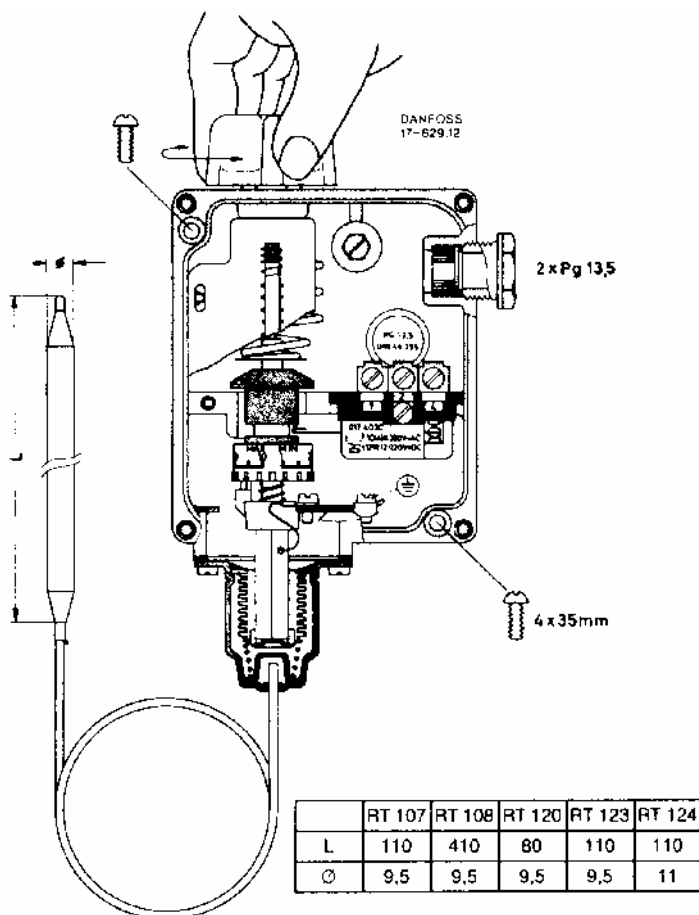

Рис. 5
2.5.2 ТЕРМОСТАТ DANFOSS RT 124 (Рис. 5)
- Снять крышку термостата и установить барабан на значении, выбранном для дифференциала (остановка горелки) в соответствие с диаграммой на Рис. 5а. Дифференциал суммируется на значении, зафиксированном в пункте а.
Рис. 5а